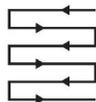

Fig. 24
5. Tondre suivant des rangées qui se chevauchent légèrement. Le modèle le plus efficace pour tondre les pelouses est la ligne droite parallèle à l'une des bordures. Cela permet de tondre la pelouse en rangées régulières et garantit qu'aucun endroit de la pelouse n'a été oublié (Fig. 24).